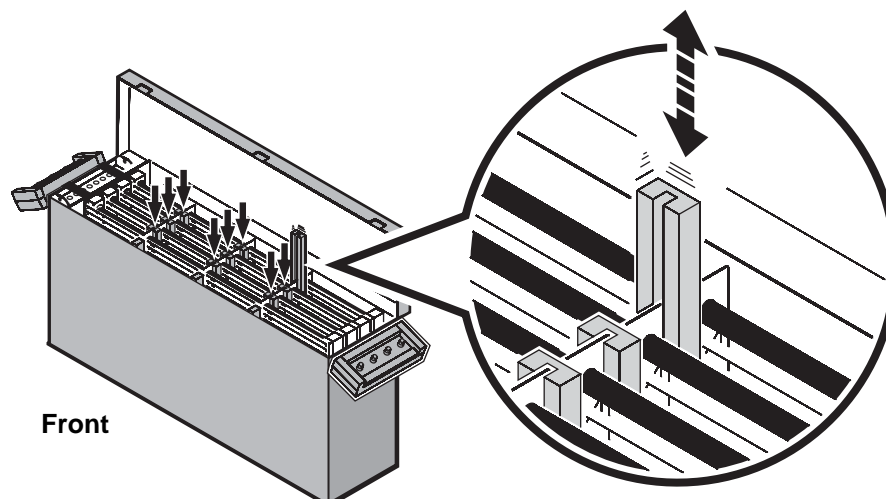

Figure 3: Orientation des bandes de protection
2. Insérez les bandes protectrices fournies avec le flight case dans le sens indiqué ci-dessous : l'encoche de chaque bande doit faire face à l'avant du flight case et s'engage le long supports de tubes comme indiqué en Figure 3.